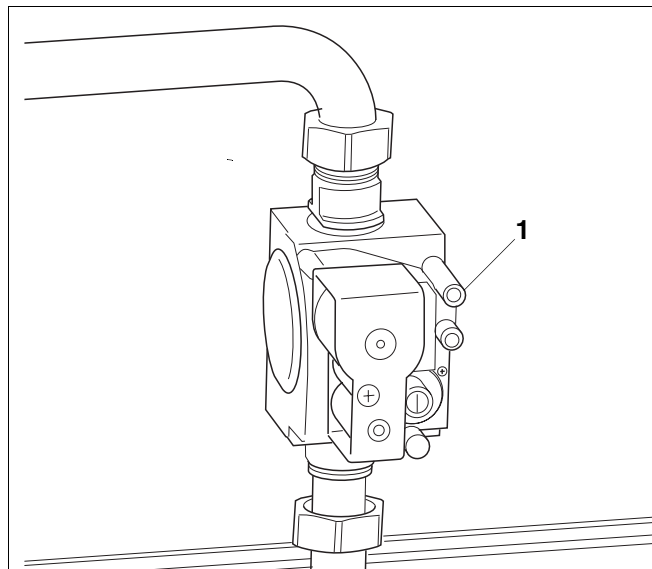

Fig. 25 Armatură gaz "SIT" 840 Sigma
- Rotiți de 2 ori șurubul de strângere pentru racordul de gaz și pentru aerisire (Fig. 25, **Poz. 1**) și scoateți furtunul.